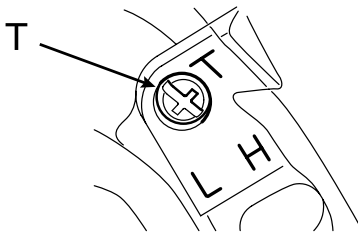

Рисунок 21. Схема розташування гвинтів регулювання холостого ходу.
6.7 Регулювання холостого ходу на карбюраторі (рис. 21).